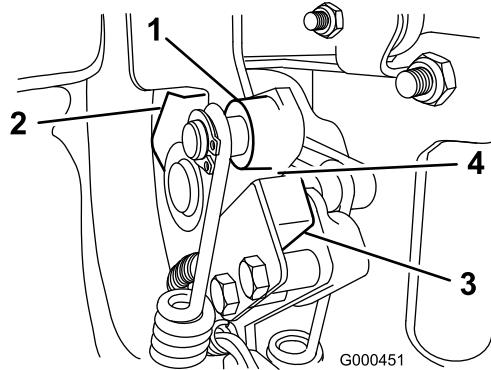

Bild 29
2. Legen Sie den Fahrantriebshebel ein, bis er den Neutral-Stopp berührt (Bild 29).
3. Lösen Sie die Befestigungsschrauben des Sicherheitsschalters (Bild 29).
4. Legen Sie eine 0,8 mm dicke Beilagscheibe zwischen dem Fahrantriebshebel und dem Sicherheitsschalter (Bild 29).